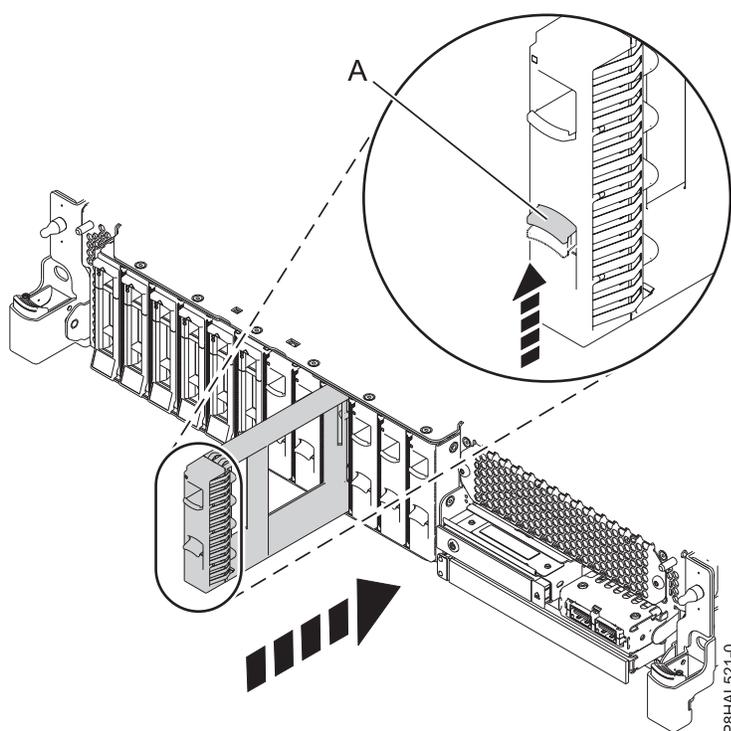

Abbildung 40. Plattenlaufwerk-Platzhalterelement in einem System installieren
3. Richten Sie das Plattenlaufwerk-Platzhalterelement am Laufwerkschacht aus und schieben Sie es ganz in das System vom Typ (A) ein, bis es einrastet. Siehe Abb. 40.